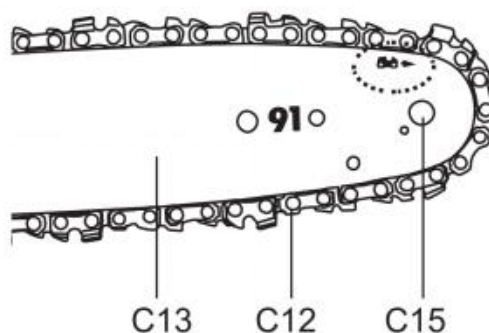

Fig. 11
7) De beweging van de zaagketting is zoals aangegeven door de pijl (Fig. 11).
Zorg ervoor dat de zaagketting (C12) correct over het tandwiel (C15) van de geleiderail (C13) is geplaatst. (Afb. 11)